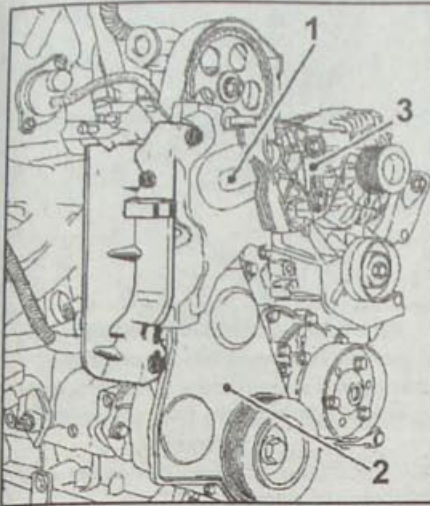

Рис. 1.20. Расположение верхнего (1) и нижнего (2) кожухов ремня привода газораспределительного механизма и кронштейна маятниковой подвески (3)
- Отсоедините кронштейн маятниковой подвески (3, рис. 1.20) от головки цилиндров.